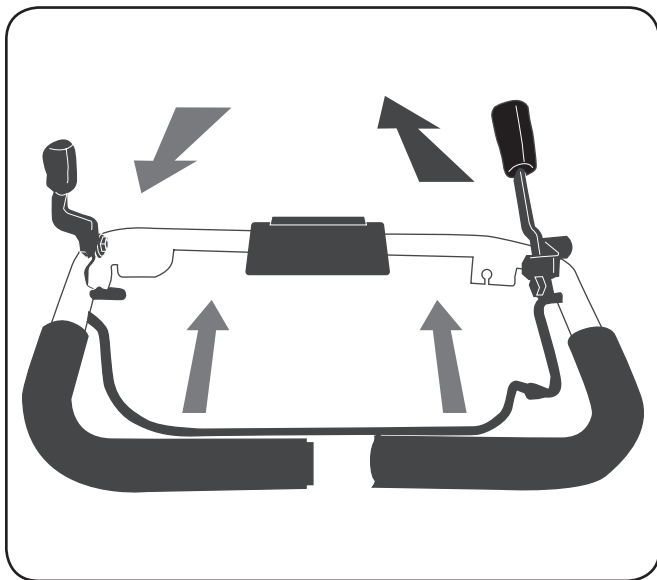

Figura 5-3
- a. Enganche la manija neutral y el enganche de control del embrague con la manija de reversa desenganchada y las ruedas y los dientes se moverán hacia adelante. Vea la Figura 5-3. Para detener el movimiento hacia adelante de los dientes y las ruedas, suelte el enganche.